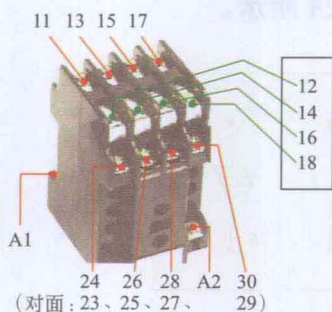
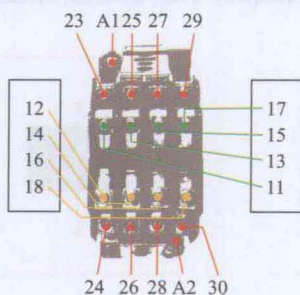

图 1-17 实物接点编号
图 1-18 实物接线全图接点编号
① 实物接点编号如图 1-17 所示。 ② 实物接线全图接点编号如图 1-18 所示。